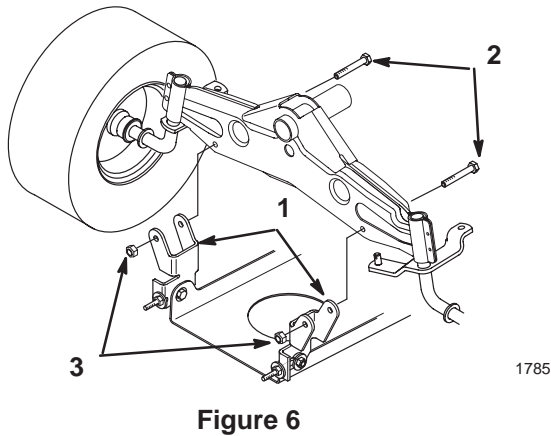

**Figure 5**
- Placez la courroie du plateau de coupe autour de la poulie de l'embrayage électrique (Fig. 5).